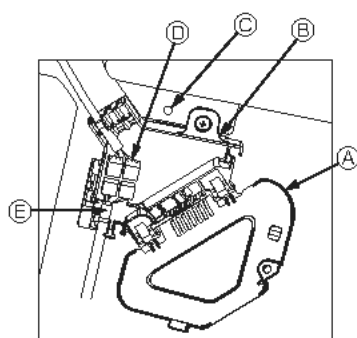

Fig. 10-8
① Rimuovere la vite di fissaggio del coperchio della scatola di connettori, quindi aprire il coperchio.
② Collegare in modo sicuro il connettore del cavo di giunzione del motore dei deflettori e il connettore del cavo del motore dei deflettori del pannello nella scatola dei connettori. (Fig. 10-8)